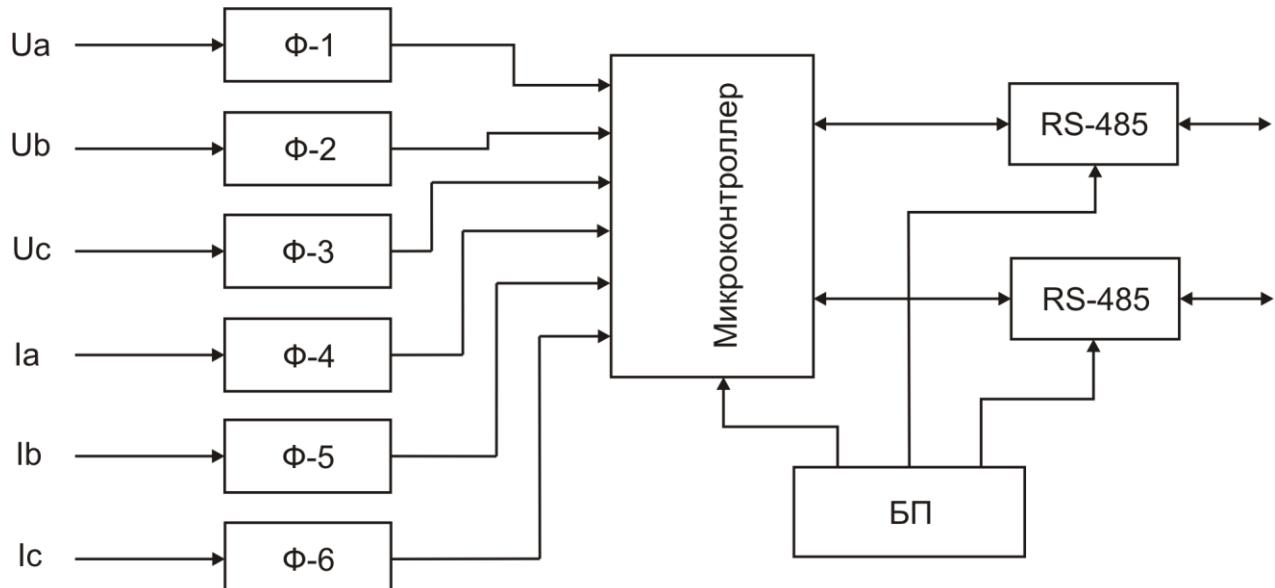

Рисунок 1 Функциональная схема ЕТxxx
1.4.3 Электрическая часть ПИМ (Рисунок 1) состоит из формирователей входных сигналов токов и напряжений ( $\Phi-1$  –  $\Phi-6$ ), электронного вычислительного модуля (микроконтроллера), двух модулей интерфейсов (RS-485) и модуля питания (БП).